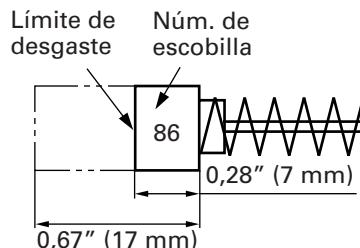

Fig. 8
4. Inspeccionar las escobillas de carbón (Fig. 8)
Al equiparse la escobilla de carbón de parada automática, el motor se detendrá automáticamente en ese momento hay que proceder a cambiar ambas escobillas de carbón por las nuevas, que tienen los mismos números de escobillas de carbón como se muestra en la Fig. 8. Además siempre hay que mantener las escobillas de carbón limpias y asegurarse de que se muevan libremente en sus porta-escobillas.
NOTA: Utilice las escobillas HITACHI Núm. 86 indicadas en la Fig. 8.